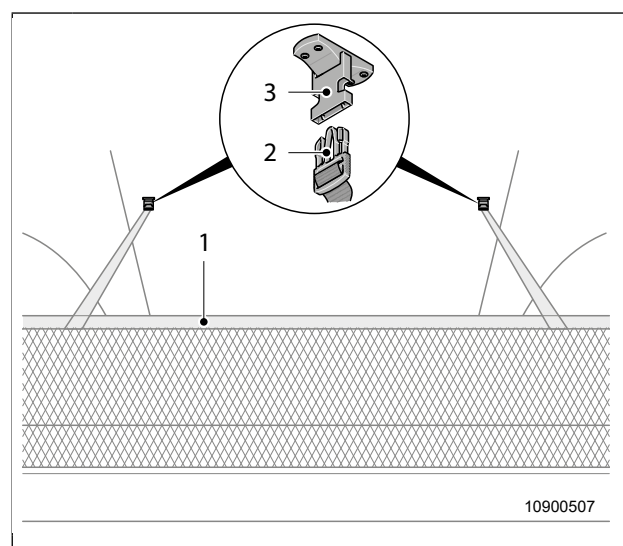

Bild 39 Fallskydd
1. Ta ut fallskyddet (Bild 39, pos. 1) under madrassen.
2. Sätt i båda remmarna till fallskyddet i tillhörande kopp-ling (Bild 39, pos. 3) med spännet (Bild 39, pos. 2).